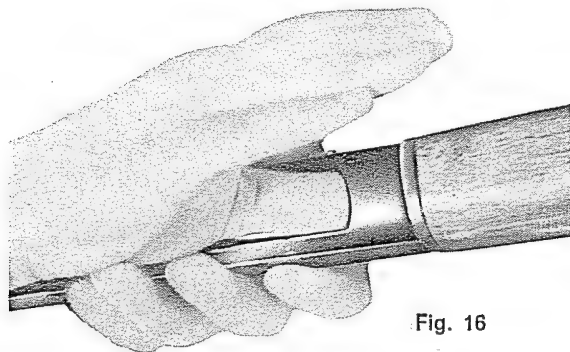

Fig. 16
- b) Lasciare lo svincolo e spingere a fondo col pollice destro le cartucce site nel serbatoio, fino a sentire lo scatto della leva arresto cartuccia (fig. 16).
- b — free carrier latch button; with the right thumb fully press the shells into magazine until shell latch snaps (fig. 16).
vier d'arrêt (fig. 16)*